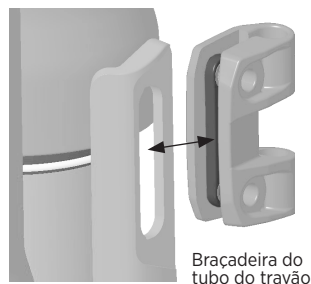

Figura 12: Instalação da braçadeira do tubo do travão no mastro
1. Instale a braçadeira do tubo do travão na abertura com ranhuras do mastro (Figura 12). Verifique se a saliência da braçadeira está totalmente instalada na ranhura da proteção.